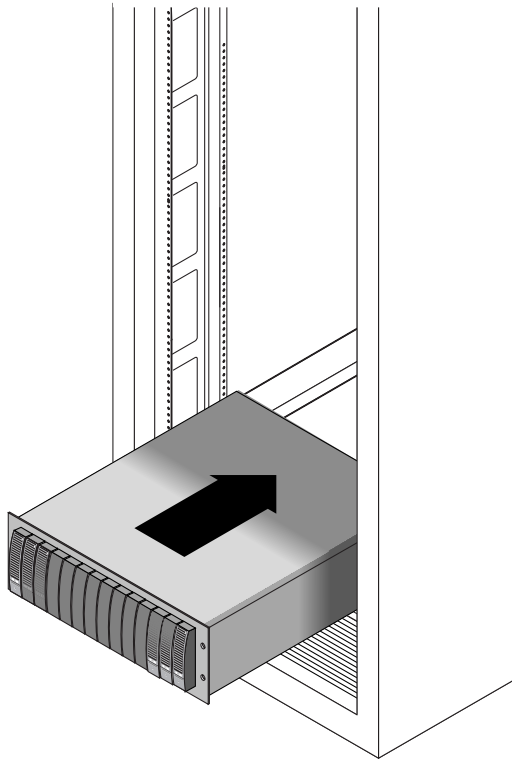

FIGURE 2-15 Insertion du boîtier dans l'armoire
3. Faites glisser doucement le boîtier dans l'armoire jusqu'à ce que les pattes avant du boîtier touchent la face verticale de l'armoire (FIGURE 2-15).